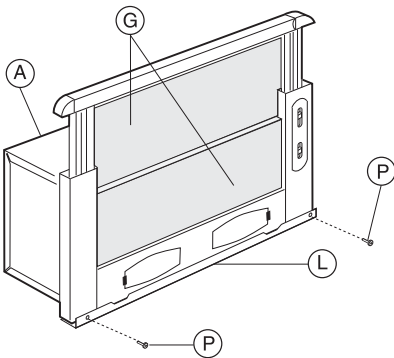

Abb. 2
- Zum korrekten Einbau muß das Frontpaneel der Haube mit der Hängeschranktür bündig gebracht werden, danach den distanzhalter L mit den Schrauben P (Abb.2) regulieren um die hintere Wand des Gerätes an das Montagepaneel anzupassen.